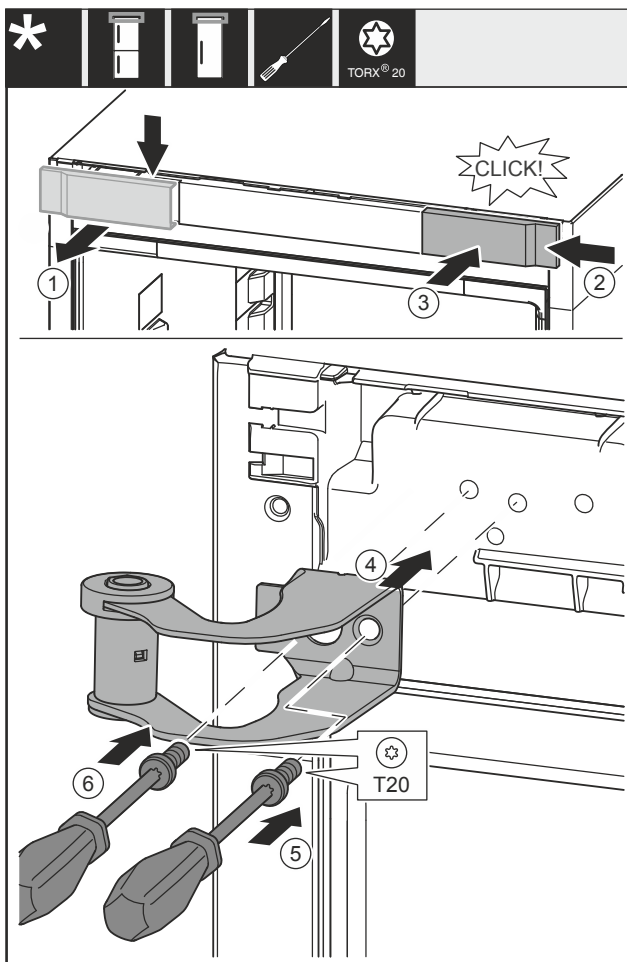

Fig. 14
- ▶ Wyjąć osłonę Fig. 14 (1) od góry do przodu.
- ▶ Założyć osłonę Fig. 14 (2) obróconą o 180° z drugiej strony od prawej.
- ▶ Zazębnić osłonę Fig. 14 (3).
- ▶ Przyłożyć górną płytkę zawiasu Fig. 14 (4).
- ▶ Dokręcić śrubę Fig. 14 (5).
- ▶ Dokręcić śrubę Fig. 14 (6).